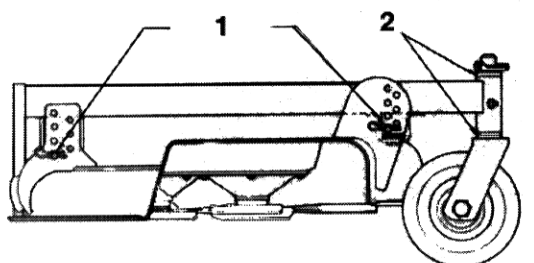

Fig 9
1. Kontroller for at sikre, at de forreste klippehøjdebolte hviler rigtigt på rammens puder (Fig. 9).
2. Løft klippehøjden til 89 mm eller 102 mm positionen (Fig. 9).
5. Skriv målet, der fås i "A", ned. Drej så knivene til "B" positionen (Fig. 8), og mål afstanden mellem alle knivene og den vandrette overflade. Skriv målene ned (Fig. 9).
- A. På klippeenheder, der normalt bruges med en klippehøjde på 25 til 51 mm, skal den lave side af klippeenheden løftes. Fjern splitpinden, der fastholder hjulet på den lave ende (Fig. 9), og fjern hjulet.
- C. Hvis klippeenheten bruges med en klippehøjde på 51 - 102 mm, skal den høje side af klippeenheden sænkes. Fjern hjulets splitpind i den høje ende af enheden, og fjern hjulet (Fig. 9).